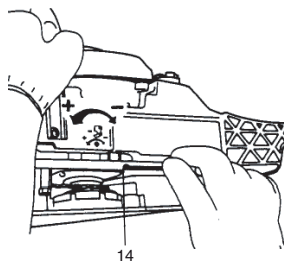

Fig. 9
Tourner la vis ajustant (14) counterclockwise pour augmenter la quantité et le tourne dans le sens des aiguilles d'une montre diminuer la quantité. (Fig. 9)